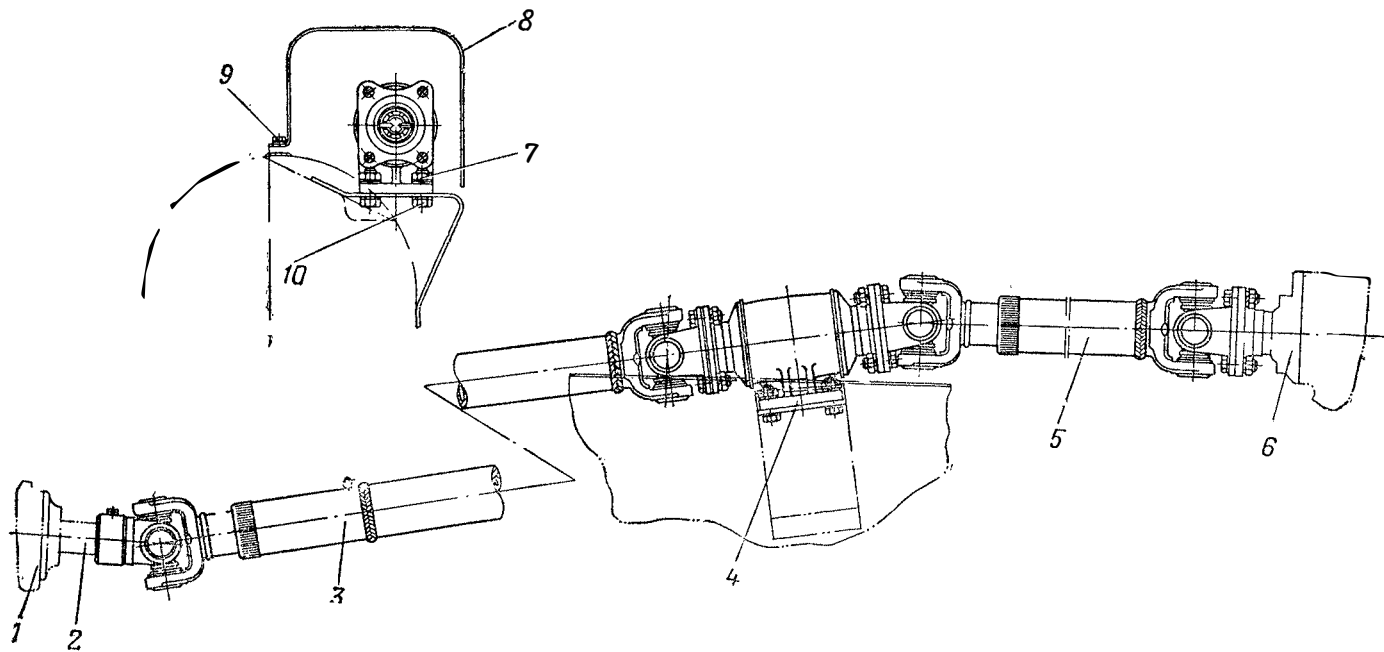

Рис. 80. Привод на водометный движитель:
2. Вывернуть болты 9 (рис. 80) и снять защитный кожух 8.
1. Установить промежуточную опору 4 (рис. 80) на кронштейн корпуса машины и закрепить болтами с гайками и пружинными шайбами.